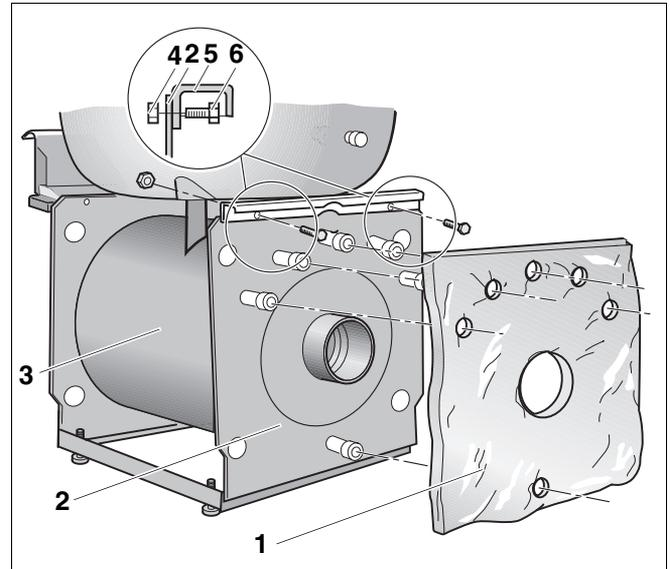
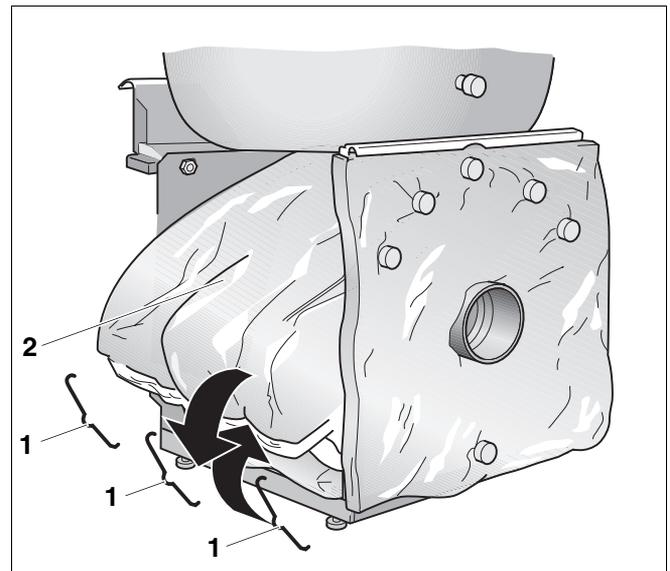

Abb. 11 Rückwand-Wärmeschutz montieren
Abb. 12 Rückwand-Wärmeschutz montieren
- Hintere Traverse (Abb. 11, **Pos. 5**) mit zwei Befestigungsschrauben (Abb. 11, **Pos. 6**) und Muttern (Abb. 11, **Pos. 4**) an die Rückwand des Heizkessels schrauben.
- Montieren Sie den Rückwand-Wärmeschutz so, dass die Anschlüsse und Abgasstutzen nicht von dem Rückwand-Wärmeschutz (Abb. 11, **Pos. 1**) überdeckt werden.
- Rückwand-Wärmeschutz (Abb. 11, **Pos. 1**) auf die Rückwand des Heizkessels (Abb. 11, **Pos. 2**) schieben.
- Überlappung des Kesselblock-Wärmeschutzes mit Klammern befestigen (Abb. 12, **Pos. 1**)
- Kesselblock-Wärmeschutz (Abb. 12, **Pos. 2**) unter dem Heizkessel durchschieben.
- Kesselblock-Wärmeschutz (Abb. 12, **Pos. 2**) um den Kesselkörper (Abb. 11, **Pos. 3**) legen.
- Kesselblock-Wärmeschutz (Abb. 12, **Pos. 2**) mit drei Klammern (Abb. 12, **Pos. 1**) befestigen.